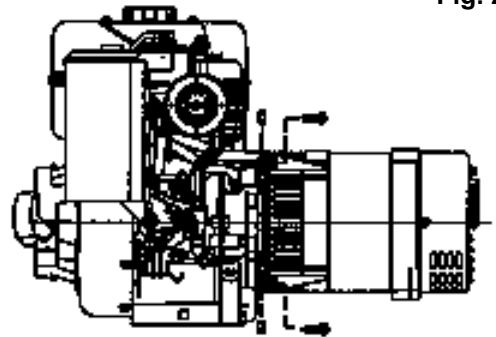

Fig. 2
-) Fissare il corpo macchina sulla flangia con le apposite viti M8 applicando una coppia di serraggio pari a $17 \pm 7\%$ Nm (fig. 2).
-) Secure the alternator to the flange with proper M8 screws applying a tightening torque of $17 \pm 7\%$ Nm (fig. 2).
-) Fixer le corps de la machine au flasque avec les vis M8 en appliquant un couple de serrage de $17 \pm 7\%$ Nm (fig. 2).
-) Den Generator auf den Flansch mit den passenden Muttern und Schrauben M8 befestigen und mit einem Drehmoment von $17 \pm 7\%$ Nm festziehen (abb. 2).
-) Fijar el cuerpo de la máquina a la brida con los tornillos M8 y aplicando un par de torque de $17 \pm 7\%$ Nm (fig. 2).
-) Fissare il corpo macchina sulla flangia con le apposite viti M8 applicando una coppia di serraggio pari a $21 \pm 7\%$ Nm (fig. 2).
-) Secure the alternator to the flange with proper M8 screws applying a tightening torque of $21 \pm 7\%$ Nm (fig. 2).
-) Fixer le corps de la machine au flasque avec les vis M8 en appliquant un couple de serrage de $21 \pm 7\%$ Nm (fig. 2).
-) Den Generator auf den Flansch mit den passenden Muttern und Schrauben M8 befestigen und mit einem Drehmoment von $21 \pm 7\%$ Nm festziehen (abb. 2).
-) Fijar el cuerpo de la máquina a la brida con los tornillos M8 y aplicando un par de torque de $21 \pm 7\%$ Nm (fig. 2).